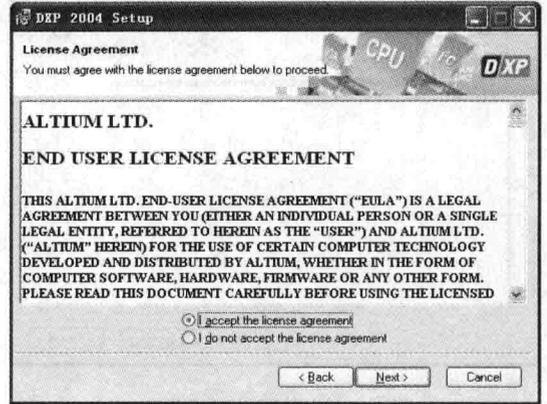

图 1-2 “License Agreement”对话框
2) 单击“Next”按钮, 进入如图 1-2 所示的“License Agreement”(注册协议许可)对话框。选中“I accept the license agreement”单选按钮。